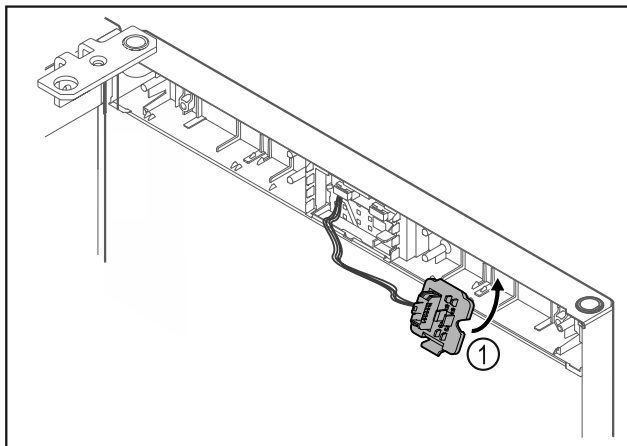

Fig. 18
- ▶ Zatrzasnąć uchwyt wtyczki Fig. 18 (1) po przeciwnej stronie.